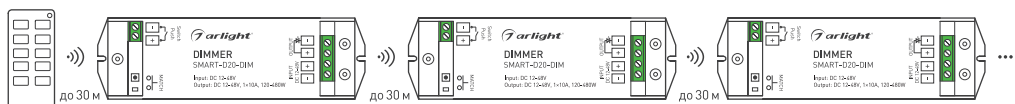

Рисунок 2. Ретрансляция сигнала от пульта ДУ (до 30 м на открытом пространстве)
- 3.8. Все диммеры автоматически ретранслируют сигнал от пульта ДУ или панели управления (рисунок 2). Расстояние между диммерами на открытом пространстве может достигать 30 м.